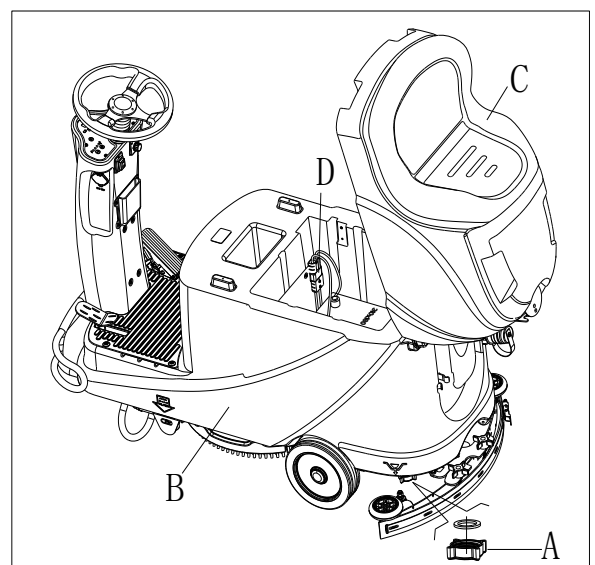

Abbildung 15
7. Leeren Sie den Lösungsmitteltank durch die Ablassabdeckung (A, Abbildung 15). Danach spülen Sie den Tank mit sauberem Wasser.
2. Leeren Sie die Tanks (B und C, Abbildung 15), wie im vorherigen Absatz gezeigt.
2. Trennen Sie die Batterieverbinding (D, Abbildung 15).